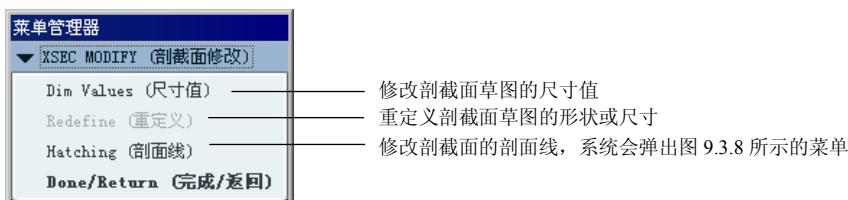

图 9.3.7 “剖截面修改”菜单
(1) 在剖面操作界面中，选取要修改的剖截面名称 section1，然后选择 编辑(E) → 历史(H) 命令。
(2) 在图 9.3.7 所示的 ▶ XSEC MODIFY (剖面修改) 菜单中，选择 Add Space (增加空间) 命令。